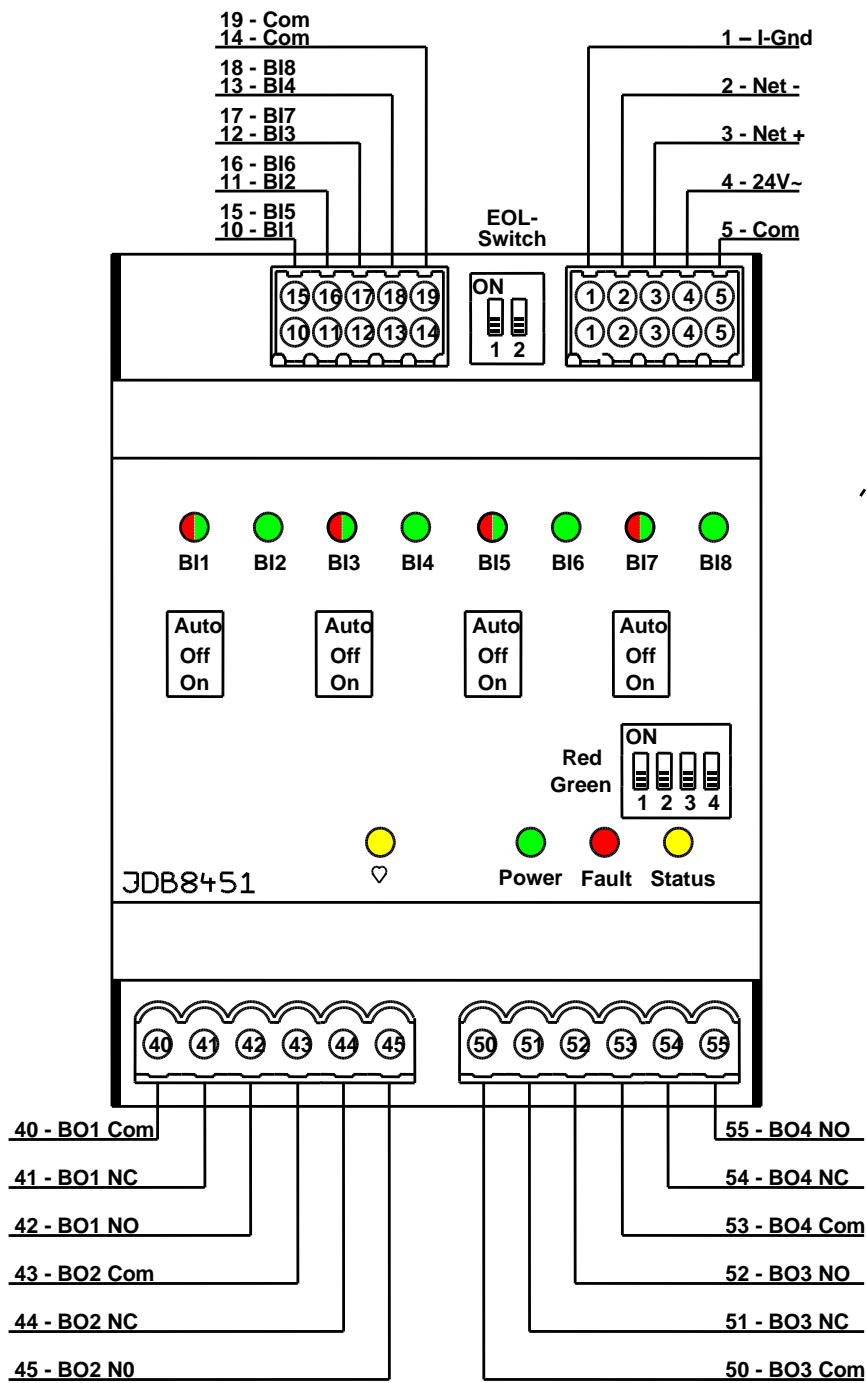

Abb. 1: Anschlussplan des Moduls JDB8451
2. Verdrahten Sie das Gerät gemäß dem Anschlussplan (siehe Abb. 1).